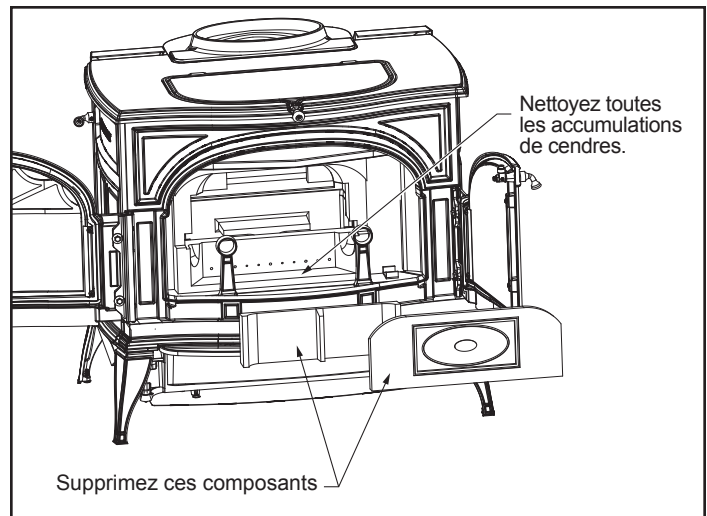

Figure 6.6 – Inspecter et nettoyer les cendres accumulées derrière le système de combustion.
- Vérifiez s'il y a une accumulation de cendres à l'arrière de l'ensemble de combustion et nettoyez-la. Il est bon de le faire durant le nettoyage annuel du carneau. Inspectez le passage derrière l'ensemble de combustion (un miroir facilitera la tâche) et aspirez les cendres à l'aide d'un tuyau d'aspirateur flexible inséré dans ce passage (figure 6.6).